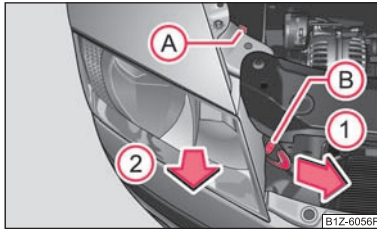

Fig. 147 Demontarea farului principal
- Deșurubați piulița din plastic (A) ⇒ fig. 147.
- Trageți siguranța (B) în sus.
- Trageți maneta de siguranță a farului până la limită în sensul săgeții (1).
- Întrerupeți alimentarea cu curent și scoateți farul cu atenție în sensul săgeții (2).